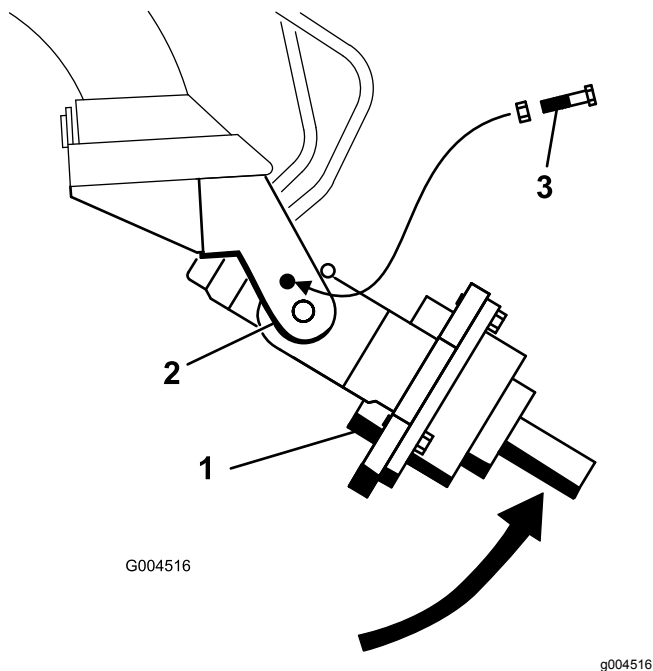

Рисунок 5
5. Вручную вращайте приводную головку шнека вверх до тех пор, пока не появится возможность вставить болт ($\frac{1}{2} \times 2\frac{1}{2}$ дюйма) в отверстие рычага люльки, зафиксировав тем самым приводную головку. Зафиксируйте без затяжки болт фланцевой гайкой ($\frac{1}{2}$ дюйма), как показано на рис. Рисунок 5.
3. Вручную вращайте приводную головку шнека вверх до тех пор, пока не появится возможность вставить болт ($\frac{1}{2} \times 2\frac{1}{2}$ дюйма) в отверстие рычага люльки, зафиксировав тем самым приводную головку. Зафиксируйте без затяжки болт фланцевой гайкой ($\frac{1}{2}$ дюйма), как показано на рис. Рисунок 5.